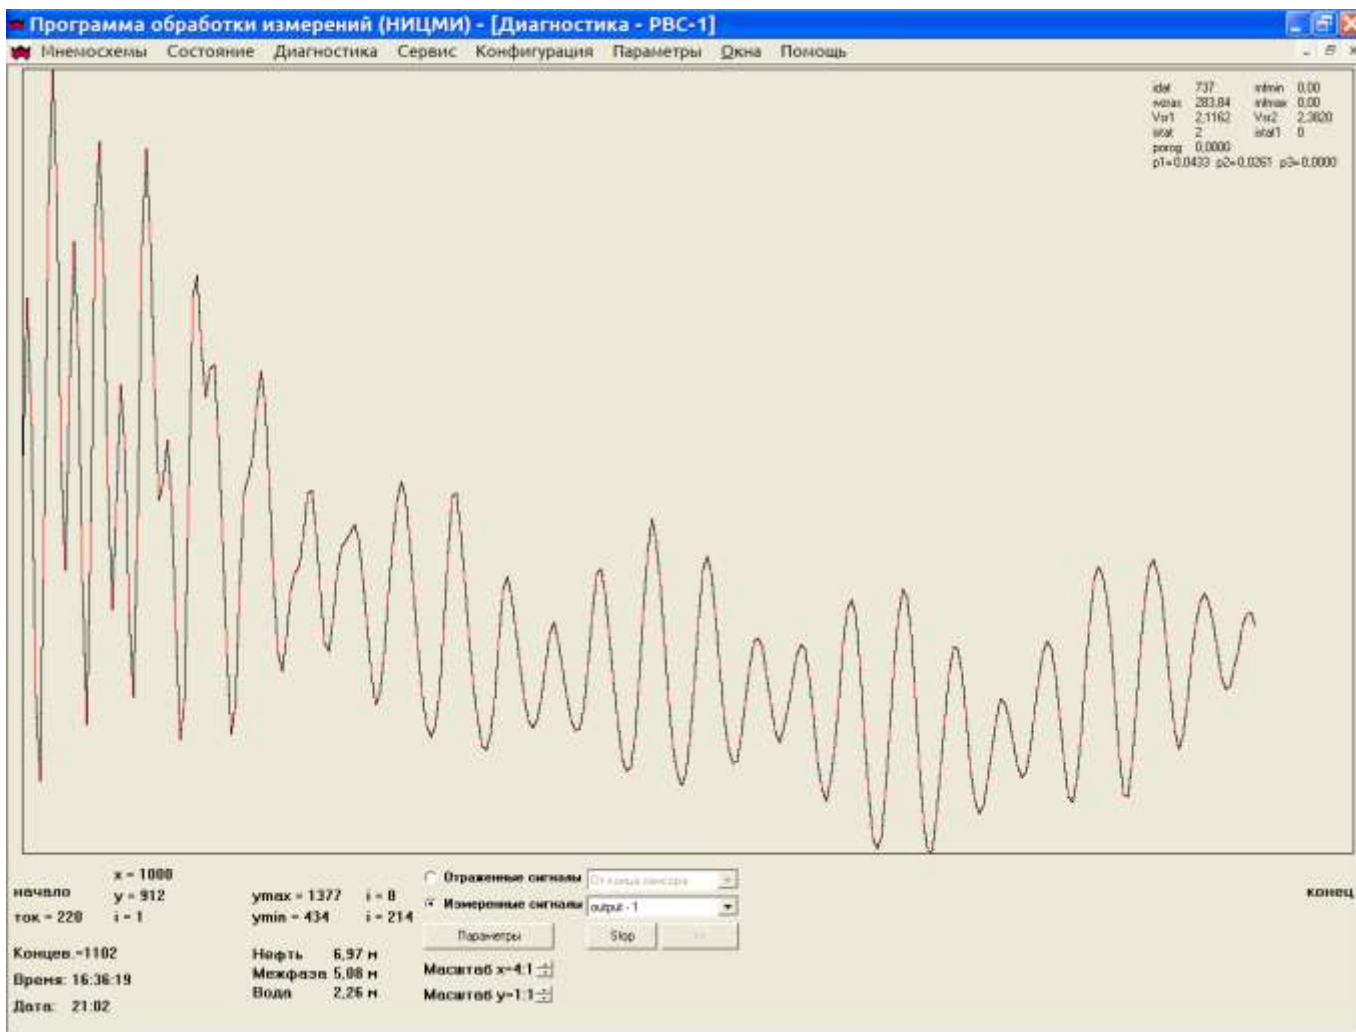

Рис.5
2.4 Контроль уровня и формы сигнала в чувствительном элементе. Выполняется с АРМа оператора программы «Mlevel». В меню программы «Mlevel» выбирается раздел «диагностика», нажатием левой клавиши мыши выбирается емкость для анализа. Далее нажатием левой клавиши мыши выбирается раздел «измерения» с закладкой «Output». Сигнал «output» представляет собой модулированную гармоническую характеристику рис.5. в диапазоне частот от 10 до 300 МГц. По оси X откладываются значения частот от 1 (10 МГц) до 291 (300 МГц), по оси Y уровни сигналов в милливольтках. Сигнал «Output» считается нормальным, если сохраняется его модулированная характеристика сигнала «calibr» без резких скачков.